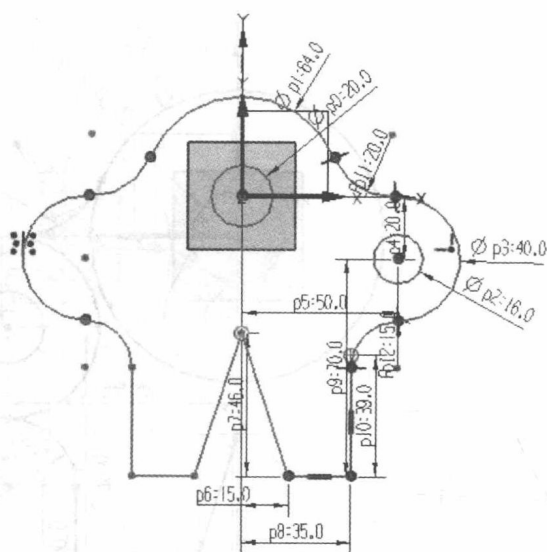

图 1-25 修剪完成图
(11) 点击快速修剪 X , 点击要修剪的曲线, 完成图如图 1-25 所示。